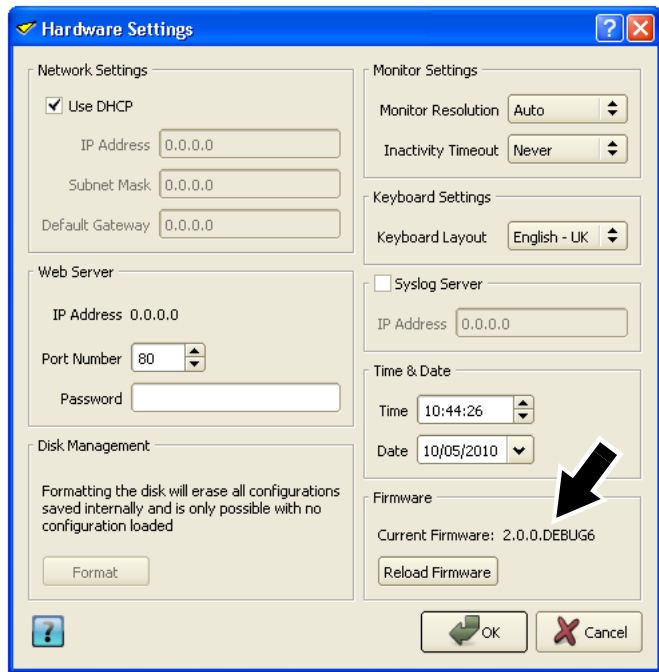

Bild 14: Firmware-Version und laden der Firmware
5. Siehe Bild 14 (das **Hardware Settings** Fenster kann, abhängig von Produkt und Version, leicht unterschiedlich sein. Die Vorgehensweise ist jedoch immer gleich). Die aktuelle Firmware-Version wird im **Firmware** Panel (Pfeil) angezeigt. Klicken Sie **Reload Firmware** und geben Sie den Pfad der korrekten Version auf dem USB Speicher an. Klicken Sie **Open** und warten Sie, bis die Daten kopiert wurden.